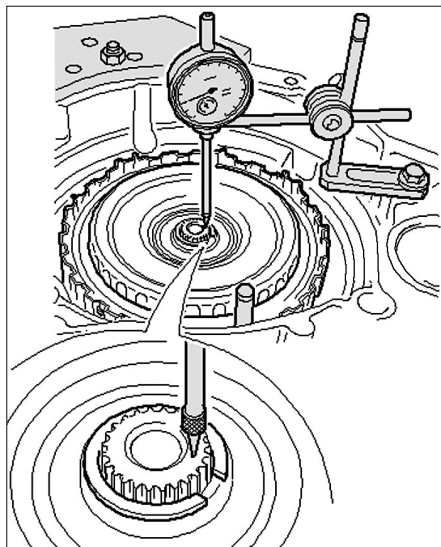

Fig. 13
- positionner le palpeur du comparateur sur l'arbre (Fig.13).